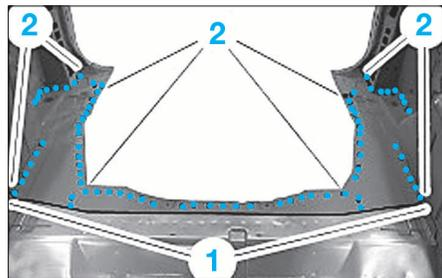

FIG. 114
• Couper de façon rectiligne le plancher (1) (Fig.114)